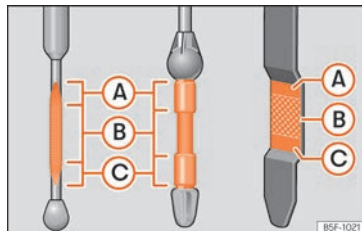

Abb. 288 Ölmesstab
»» **Abb. 288.** Füllen Sie gegebenenfalls Motoröl nach.
- Wenn der Ölstand mindestens den Bereich »» **Abb. 288 (B)** erreicht hat, vorsichtig den Deckel des Einfüllstutzens aufschrauben »» ⓘ.
Liegt der Ölstand über dem Bereich »» **Abb. 288 (A)**, starten Sie den Motor bitte nicht. Dies könnte zu einer Beschädigung des Motors und des Katalysators führen. Wenden Sie sich an einen Fachbetrieb.
Der Ölstand darf keinesfalls über dem Bereich »» **Abb. 288 (A)** stehen, andernfalls könnte Öl über die Entlüftung der Motorölpumpe angesaugt werden und über die Abgasanlage in die Atmosphäre gelangen. »»